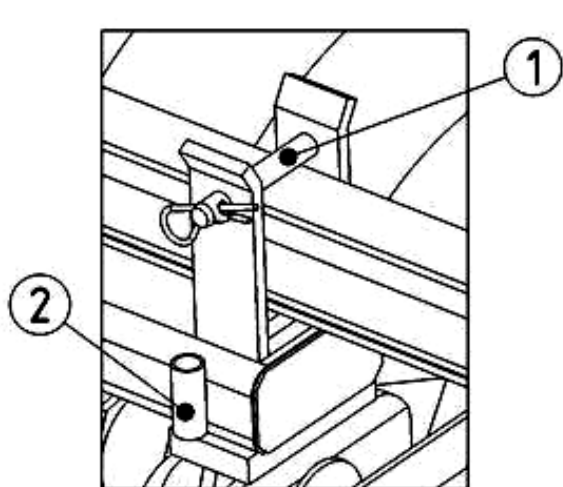

Рисунок 13.
- Установить 2 предохранительных пальца (1) (рис. 13) для фиксации боковых рам.
- Разстопорить 2 предохранительных пальца (1) (рис. 13), фиксирующие боковые рамы, поместив их в опоры (2).